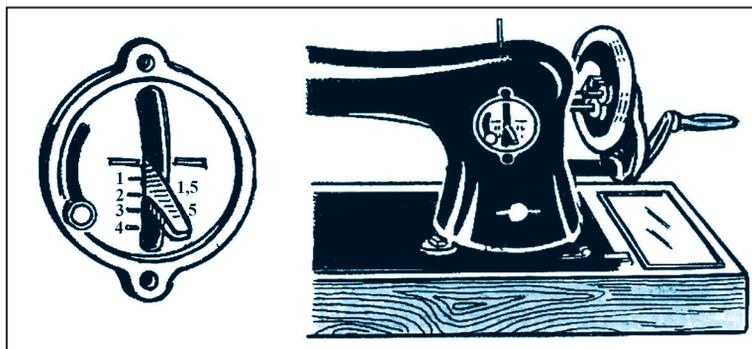
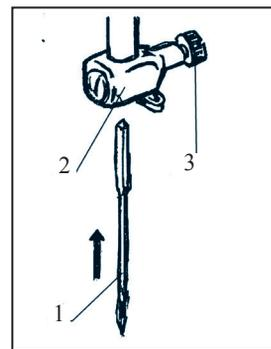

Рис.30. Регулировка регулятора строчки.
Рис.31. Установка иглы.
1. Необходимо отрегулировать регулятор строчки (рис.30). Величина строчки подбирается в зависимости от толщины и вида ткани (от 0 до 4 мм). Устанавливают иглу (рис.31). Иглу приводят в самое высокое положение, винт 3 ослабляют. Канавку иглы 1 наводят в сторону проведения нитки и после введения ее в отверстие иглодержателя 2 закрепляют.